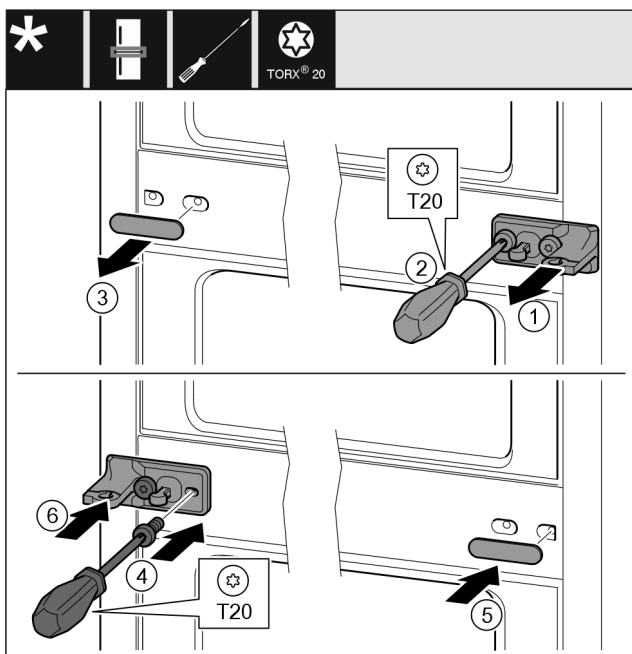

Fig. 13
- Skinite pločicu Fig. 13 (1).
- Odvijačem odvrnite vijke Fig. 13 (2).
- Oprezno izvucite poklopac Fig. 13 (3).
- Čvrsto pritegnite podložak ležaja s folijom Fig. 13 (4) okrenut za 180° na drugoj strani.
- Postavite poklopac Fig. 13 (5) okrenut za 180° na drugoj strani.
- Nataknite pločicu Fig. 13 (6) s prednje strane.